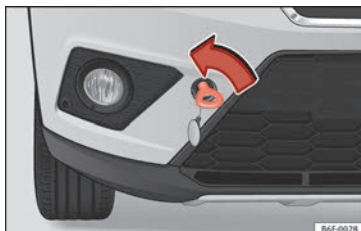

Fig. 106 Pare-chocs avant droit : œillet de remorquage vissé
- Vissez l'œillet jusqu'à la limite vers la gauche, dans le sens indiqué par la flèche »» fig. 106 .